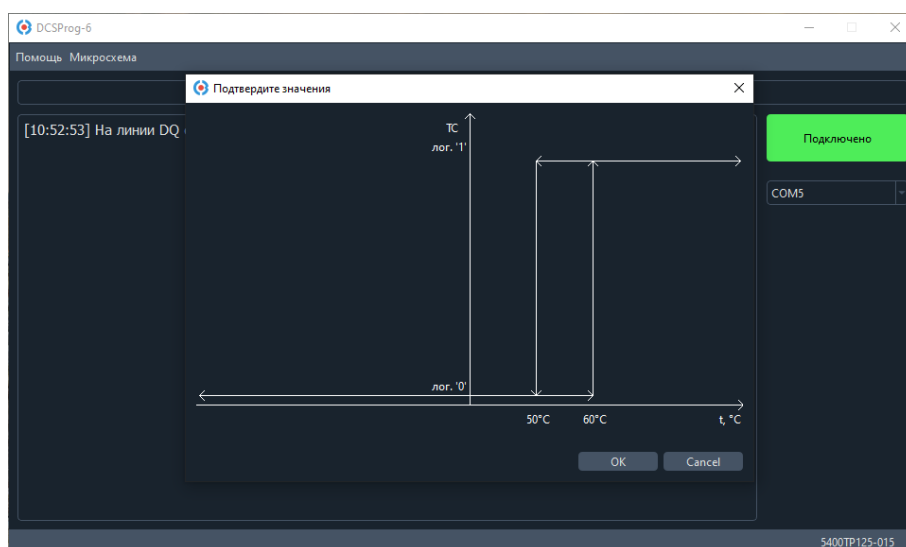

Рисунок 13. Подтверждения введенных значений
2. После ввода значений TH, TL, POL нажмите кнопку «ОК» в окне «Запись в память», откроется окно подтверждения введенных значений с диаграммой работы микросхемы (Рисунок 13). Для подтверждения введенных данных и программирования микросхемы в режим HARD нажмите «ОК», для возврата к предыдущему окну нажмите «Cancel».